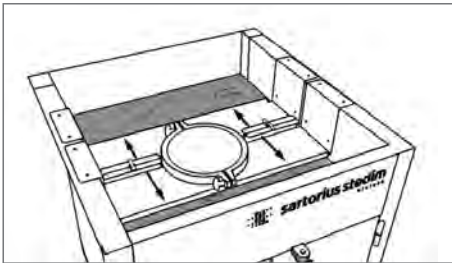

Abbildung 70
- Wenn der 8"-Verschluss am Bag geschlossen ist, muss die Bag-Schutzkappe aus der Klemmhalterung entnommen werden (siehe Abb. 70).